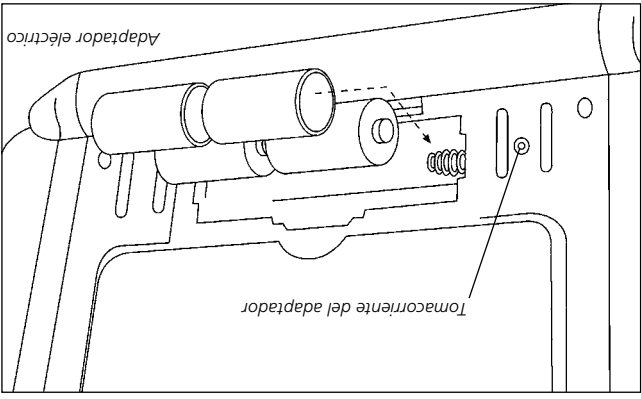

Figura 2
- El calentador también puede recibir suministro eléctrico desde un adaptador eléctrico, FZ76127. Requiere un adaptador de 6 voltios de CC con una corriente de hasta 800 milliamperios con polaridad positiva en la punta. Ver figura 2.
- Para que el ventilador funcione, se necesitan 4 baterías D. El compartimiento de las baterías está ubicado en el panel posterior interior del calentador. Siga las instrucciones en la cubierta de las baterías para una correcta instalación de las baterías. Ver figura 2.
- El calentador también puede recibir suministro eléctrico desde un adaptador eléctrico F276127. Requiere un adaptador de 6 voltios de CC con una corriente de hasta 800 miliamperios con polaridad positiva en la punta. Ver figura 2.